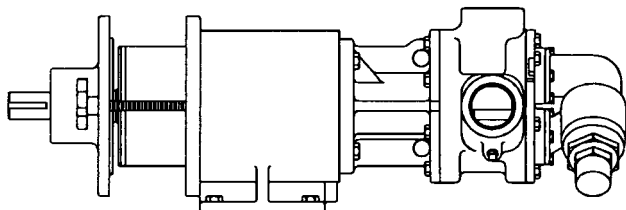

FIGURA 18
- Il magnete esterno dovrebbe essere installato nell'alloggiamento del cuscinetto, se così non fosse Fare Riferimento a Smontaggio e Montaggio dell'Alloggiamento del Cuscinetto. Installare le manopole in modo che 4" della filettatura si protendano sotto l'alloggiamento. Sostenere l'alloggiamento del cuscinetto da sopra e posizionare gentilmente il magnete sul serbatoio in modo che i gruppi del magnete incomincino ad innestare. Ritrarre in modo uniforme le manopole **Vedere Figura 18.** Quando vengono rimosse le manopole l'alloggiamento del cuscinetto dovrebbe muoversi verso il supporto.